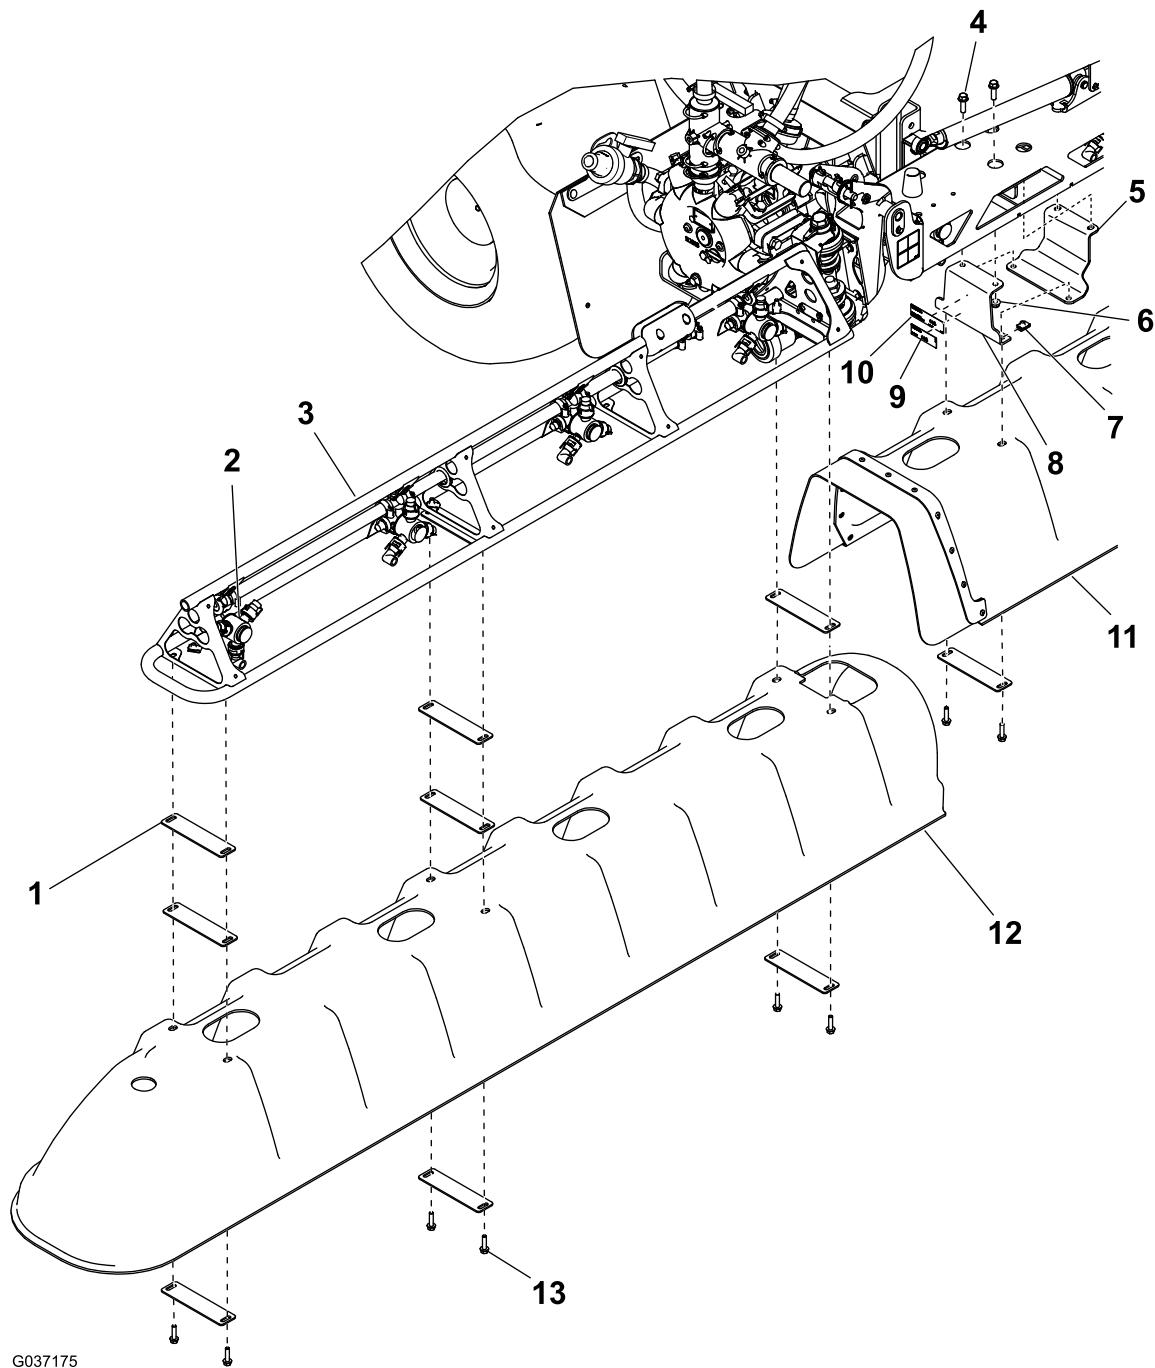

图14
将型号/序列号标贴和合规标贴贴在其中一个中央喷洒臂支架上, 如 图14 所示。
1. 如 图14 所示, 用 2 个六角头螺栓 (3/8 x 1-1/4 英寸) 和 2 个凸缘螺母 (3/8 英寸) 将 2 个中央支架及喷洒臂安装板逐个安装到中央喷洒臂上。
2. 如 图14 所示, 用 4 个 U 形螺母、2 个垫片和 4 个六角头螺栓 (5/16 x 1-1/4 英寸) 将中央护罩安装到中央喷洒臂支架上。
2. 用 8 个垫片、6 个六角头螺栓 (5/16 x 1-1/4 英寸) 和 6 个 U 形螺母安装其中一个侧翼喷洒臂护罩 (图14)。
注意: 在外部喷洒臂护罩与外部喷洒臂段的桁架框架之间安装薄垫片, 根据需要增加护罩之间的空隙; 请参阅图14。